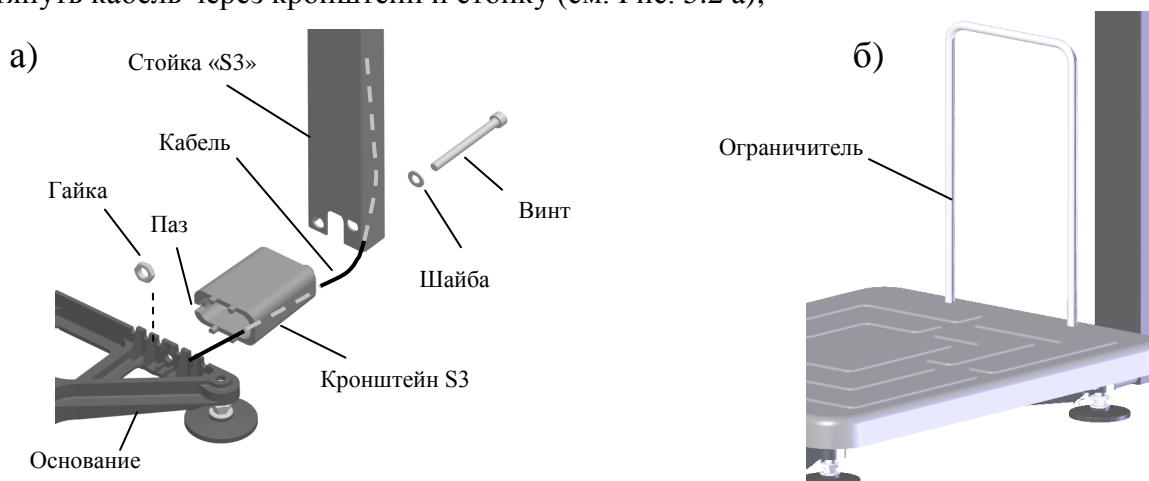

Рис. 5.2 - Крепление прямоугольной стойки к модулю ТВ-S\_
- Протянуть кабель через кронштейн и стойку (см. Рис. 5.2 а);
Вложить в винт M8x13 0 шайбу 8. Вставить винт в отверстие стойки и пропустить его сквозь стойку, кронштейн (положение паза кронштейна см. на Рис. 5.2а) и основание модуля. Стянуть винт гайкой M8.
- Плотно вставить в отверстия платформы ограничитель (Рис. 5.2 б).